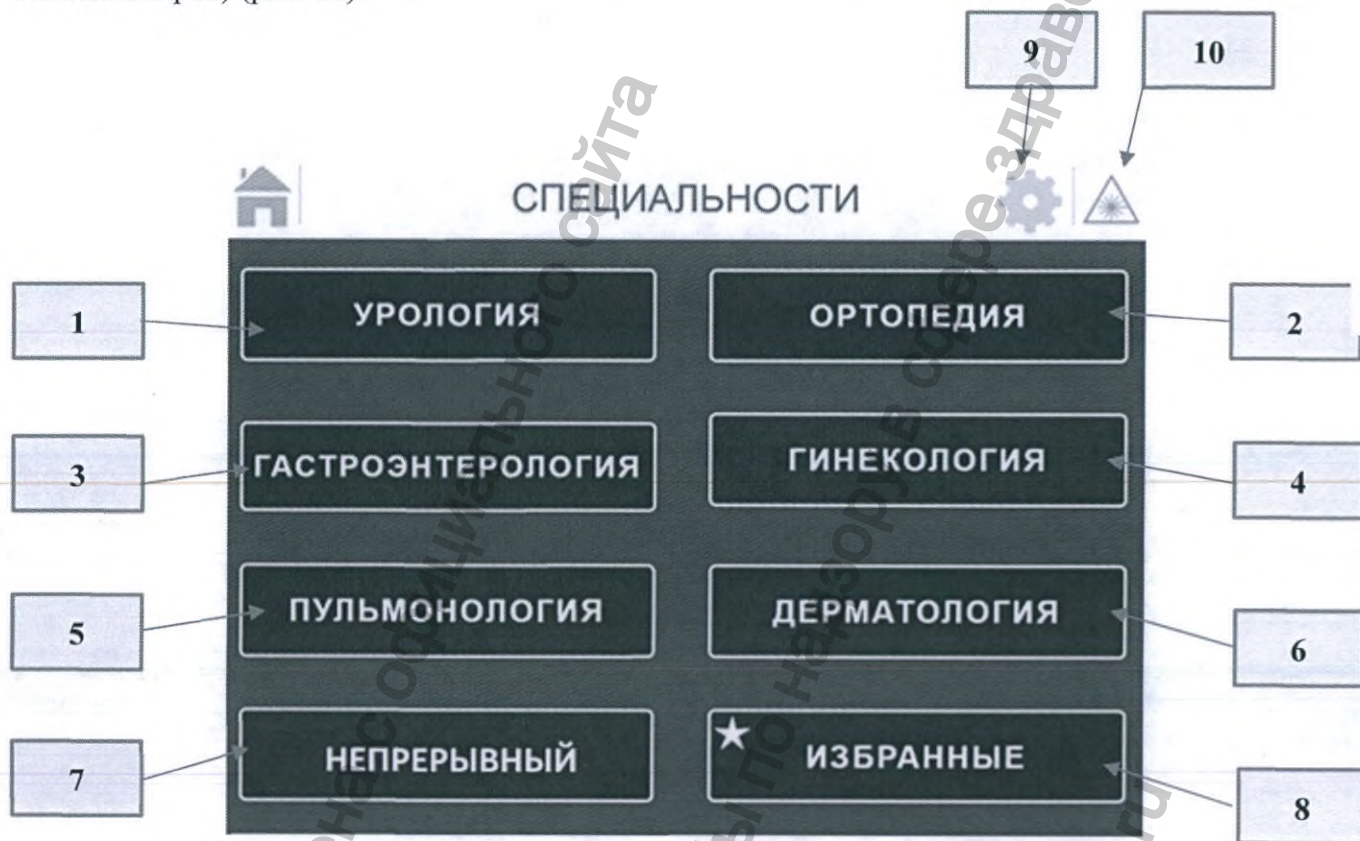
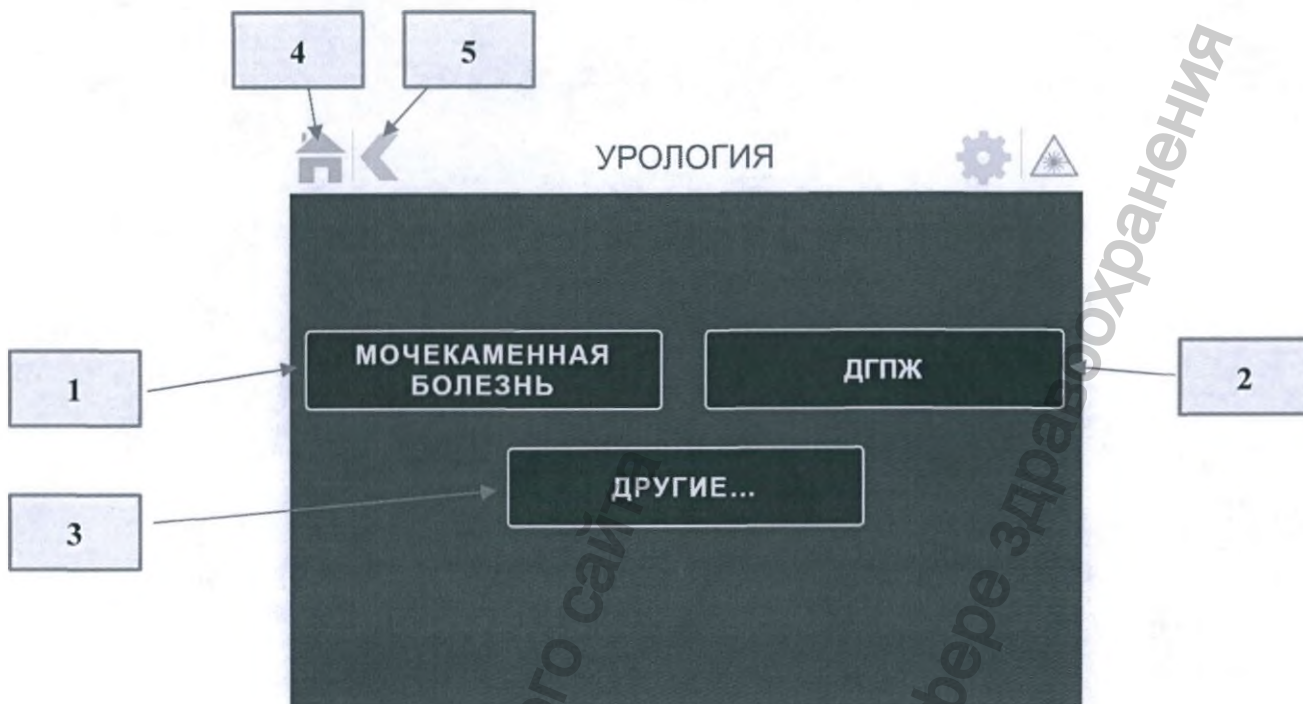
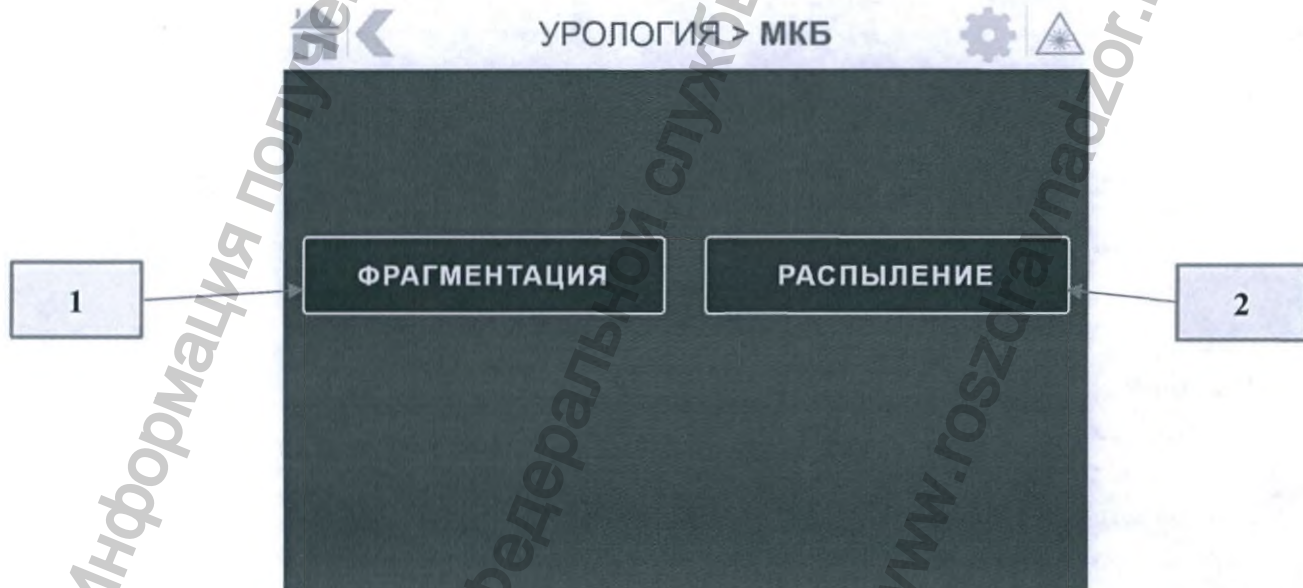

Рисунок 10. Главный экран выбора области применения
Рисунок 11. Экран для области применения «Урология»
Рисунок 12. Экран для процедуры «Мочекаменная болезнь»
После загрузки Аппарата появится Главный экран выбора области применения (далее Главный экран) (рис. 10).
При выборе области применения «Урология» (1) (рис. 10) появится экран, представленный на рис. 11.
При нажатии на иконку (1) (рис. 11) происходит переход в раздел, представленный на рис. 12, для выбора метода дробления камней - «Фрагментация» (1) или «Распыление» (2).
Для дробления камней на крупные фрагменты, необходимо нажать на иконку (1) (рис. 12) (режим «Фрагментации»). Появится экран установки параметров лазерного излучения (рис. 13).